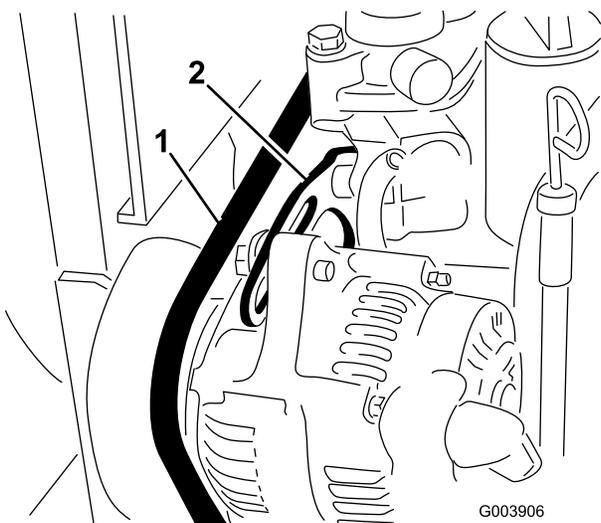

Figura 69
- Controllate la tensione della cinghia dell'alternatore premendola (Figura 69) al centro tra l'alternatore e le pulegge dell'albero con una forza di 10 kg.
- Allentate il bullone che fissa il supporto di ancoraggio al motore, (Figura 69) ed il bullone che fissa l'alternatore al supporto di ancoraggio.